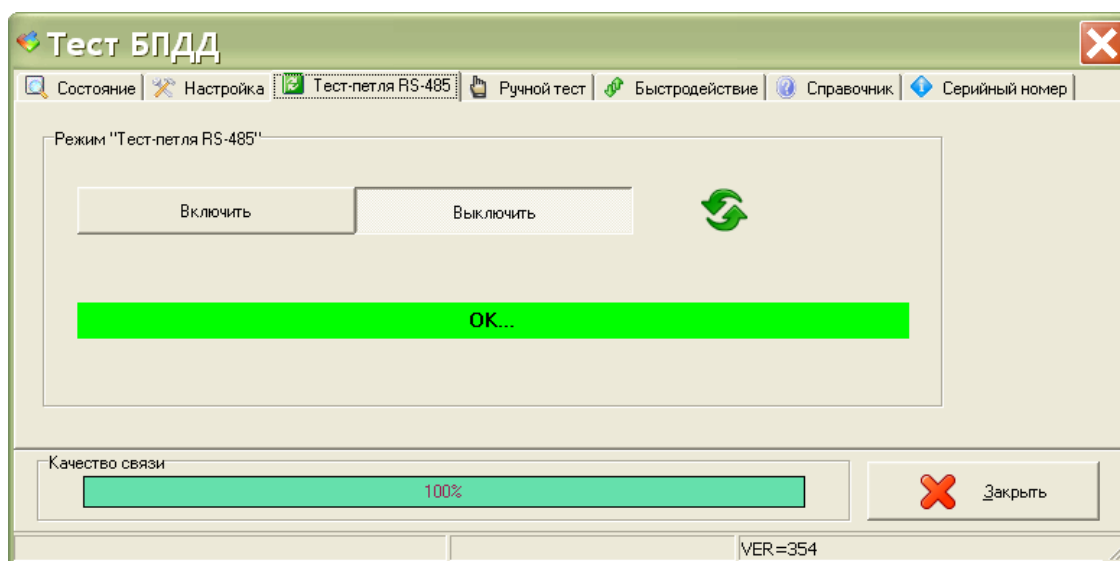

Рисунок 22
5) Проверить появление сообщения «ОК» (рисунок 22). Светодиод «RS-485» должен периодически мигать.